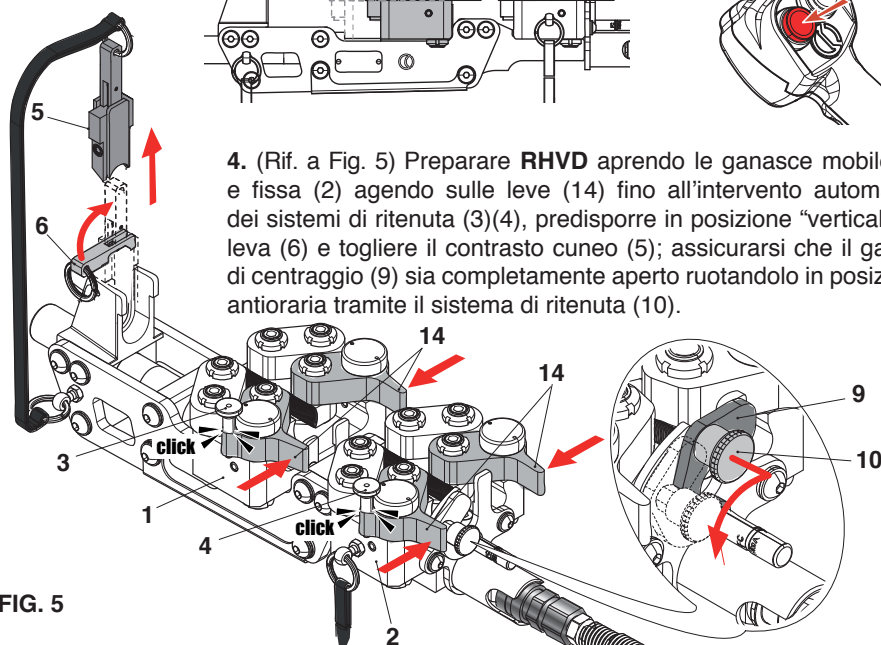

FIG. 5
4. (Rif. a Fig. 5) Preparare **RHVD** aprendo le ganasce mobile (1) e fissa (2) agendo sulle leve (14) fino all'intervento automatico dei sistemi di ritenuta (3)(4), predisporre in posizione "verticale" la leva (6) e togliere il contrasto cuneo (5); assicurarsi che il gancio di centraggio (9) sia completamente aperto ruotandolo in posizione antioraria tramite il sistema di ritenuta (10).